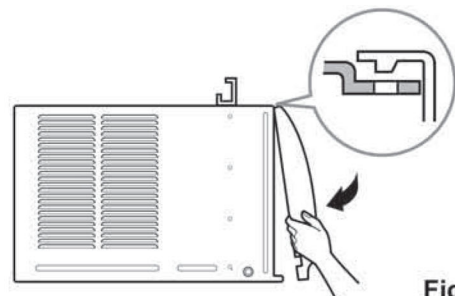

Fig. 11
14. Agregue la parrilla frontal al gabinete insertando las pestañas en la parrilla dentro de las pestañas del frente del gabinete. Empuje la parrilla hasta que se fije en el lugar. (ver Fig.11)